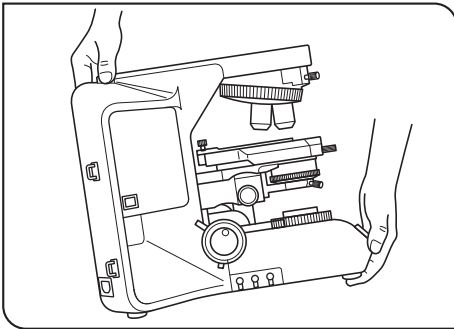

図 2
- 3) 本顕微鏡を移設のために持ち運ぶ場合は、鏡筒と標本を取外し、図2のようにアーム部背面の手掛けとベース部前面を持って慎重に行ってください。